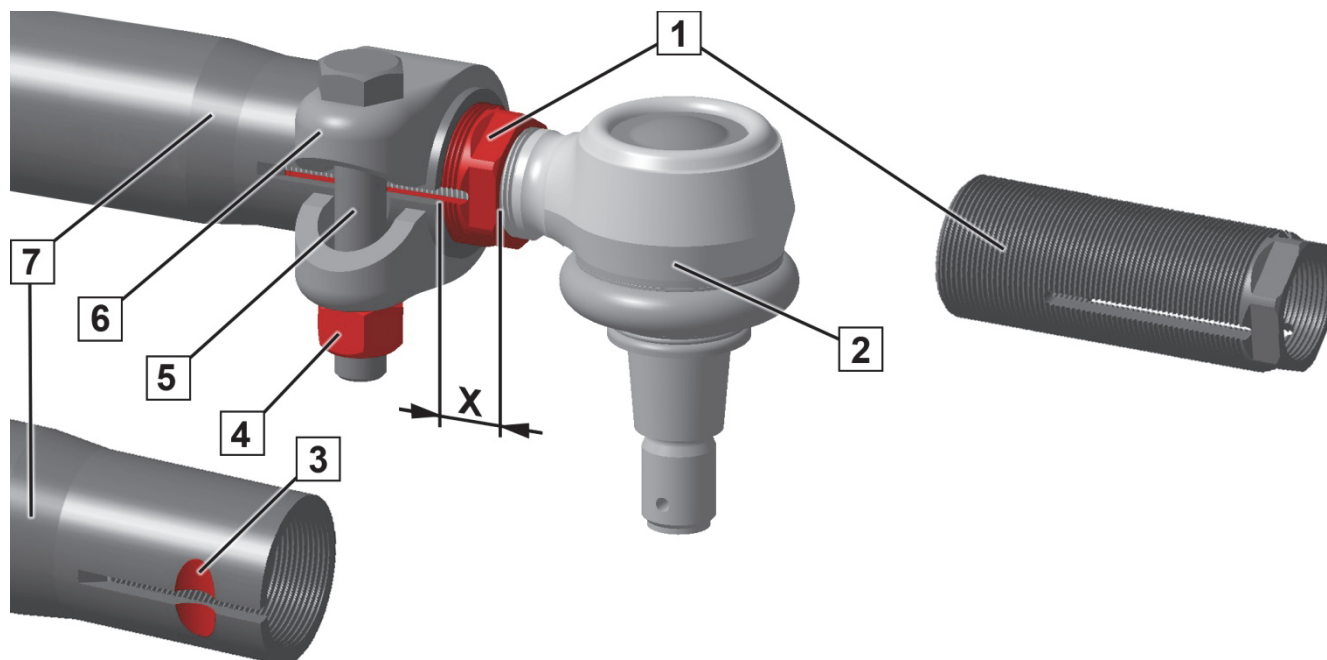

Fig. 1: finindstillingssystem
Efter indstilling af sporingen skal gevindmuffen (1) stikke ud af røret (7) med målet X. Målet X (fig. 1):